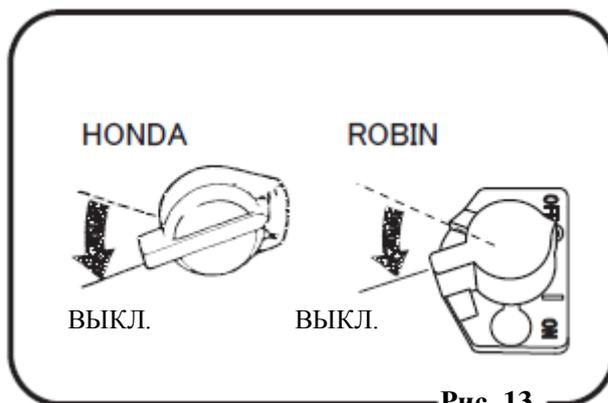

Рис. 13
- Поверните выключатель двигателя в положение «ВЫКЛ.» (рис. 13).